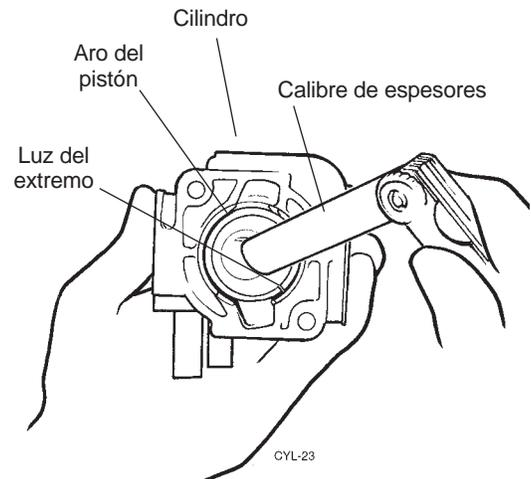

Figura 7.11 Verificación de aro del pistón y luz del extremo
Paso 3. Use la parte superior del pistón para escuadrar cada aro aproximadamente a mitad de camino en el interior del cilindro y luego con un calibre mida la hendidura del aro. Si en algún aro esta medida es mayor que las tolerancias indicadas en el Apéndice, reemplace ambos aros en conjunto. (Figura 7.11).